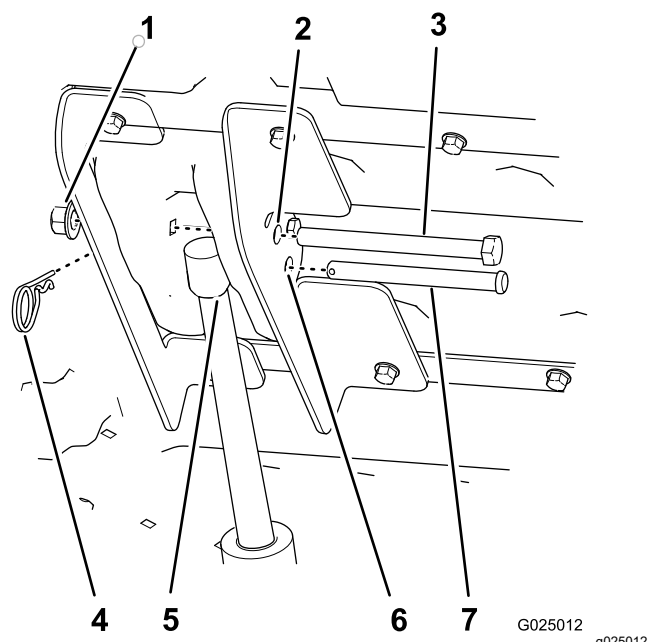

Figura 12
6. Presione la parte superior del interruptor de elevación de la plataforma para extender la varilla del actuador del elevador hasta que el orificio de la varilla esté alineado con los orificios de los soportes de elevación interior y exterior (Figura 12).
7. Sujete la varilla del actuador del elevador a los soportes de elevación con el pasador (3 1/2") y la claveta (Figura 12).
9. Inserte el perno de cabeza hexagonal (1/2" x 5 1/2") a través de los otros orificios de 12,7 mm de los soportes de elevación interior y exterior (Figura 12) y sujételo con una contratuercas (1/2") hasta que la tuerca esté ajustada.